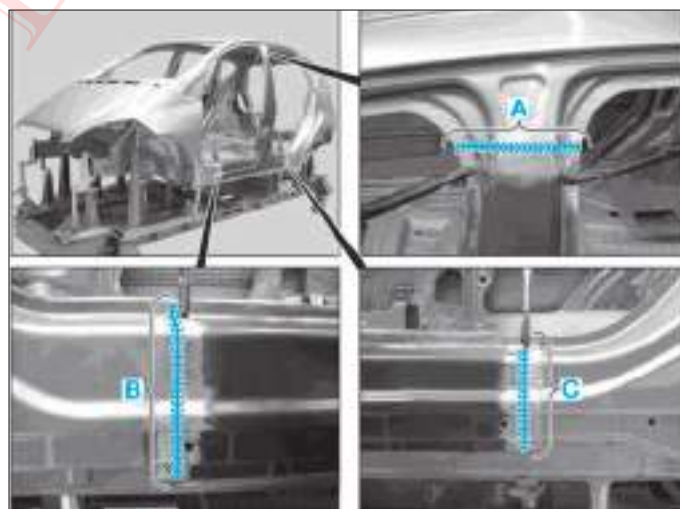

FIG. 80
- Riveter la partie extérieure du montant B (rivet Polygrip à tête plate, tête ronde de $\varnothing$ 6,4 x 14 mm) dans la zone (H).
- Souder la partie extérieure du montant B, zones (A), (B) et (C) (Fig.80).